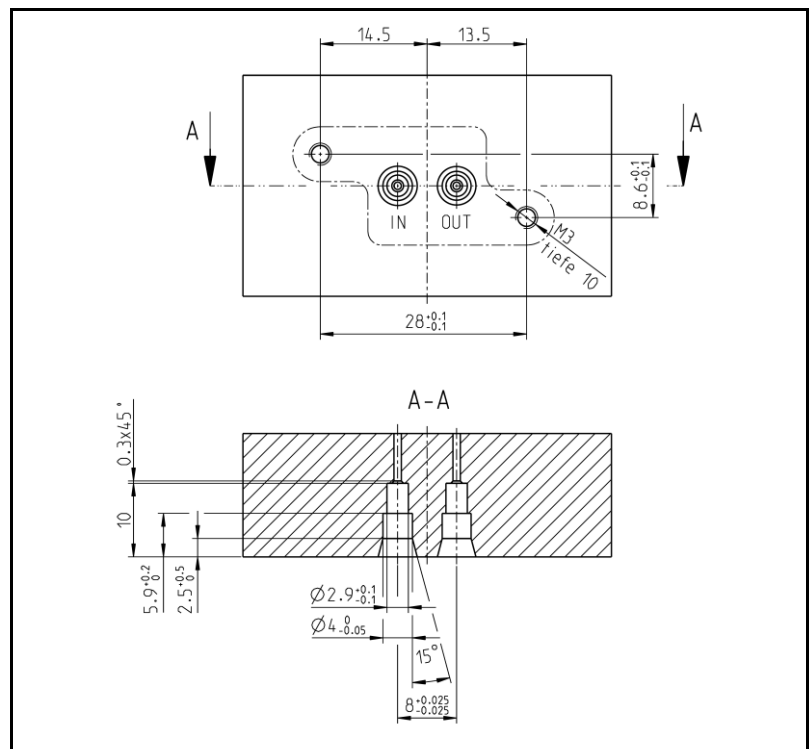

Fig. 6: Anschlusszeichnung
- Das Flanschbild der Anschlussplatte ist der Anschlusszeichnung (Fig. 6) zu entnehmen.